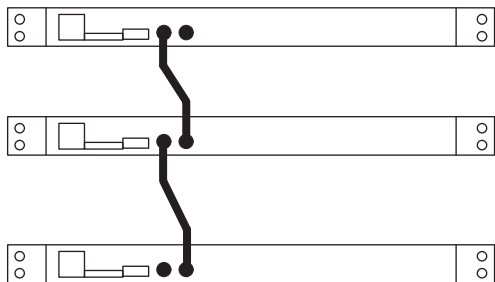

FIGURA 5
**NOTA:** queste prese vanno utilizzate solo a scopi di collegamento, non per ingressi o uscite audio (vedi Figura 5).